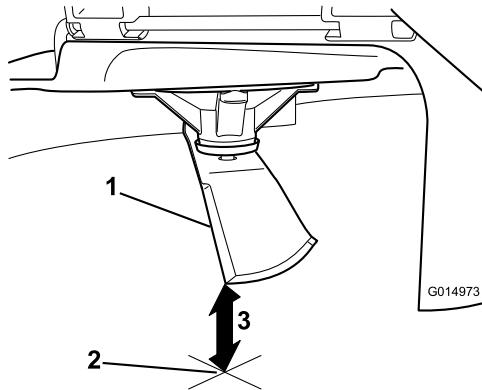

Figura 58
- 5. Misurate dalla punta della lama alla superficie piana (Figura 58).